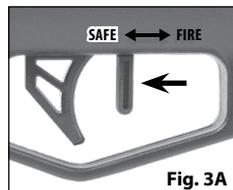

Fig. 3A
2. La sûreté est sur la position "SAFE" et la sûreté de l'arme à air comprimé est ENCLENCHÉE ("ON SAFE") lorsque le levier de sûreté est en position arrière sur "SAFE" (près de la détente) et qu'il ne peut pas aller plus loin en arrière. (Fig. 3A).